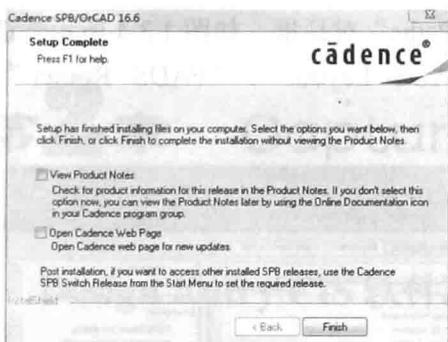

图 1.2.24 “Setup Complete”对话框
(13) 安装完成后，出现“Setup Complete”对话框，提示已完成软件的安装，请根据需要选择“View Product Notes”选项，然后单击“Finish”按钮即可，如图 1.2.24 所示。